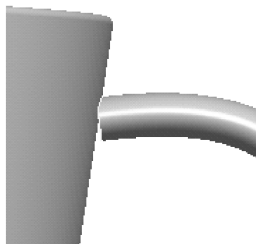

图 6-29 有裂缝
(9) 单击【草绘器工具】工具栏中的【完成】按钮，完成扫描截面的定义。在【扫描】对话框中，单击按钮预览扫描特征，可注意到此时手把和杯体之间有缝隙，如图 6-29 所示。